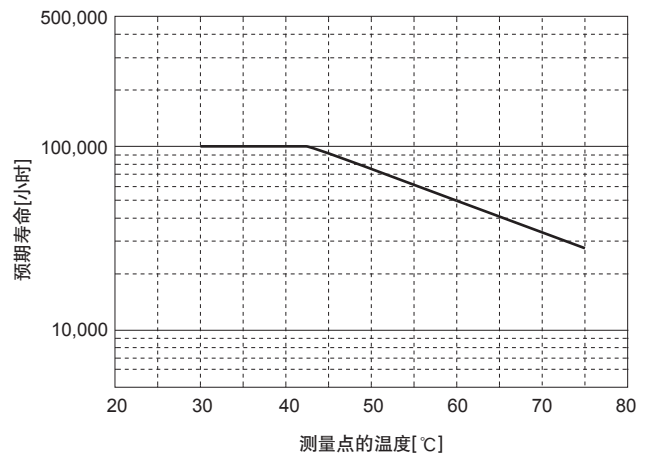

图3.1 风扇的预期寿命
- 如图3.1所示，内置风扇的预期寿命  $(R(t) = 90\%)$  根据运行条件而不同。